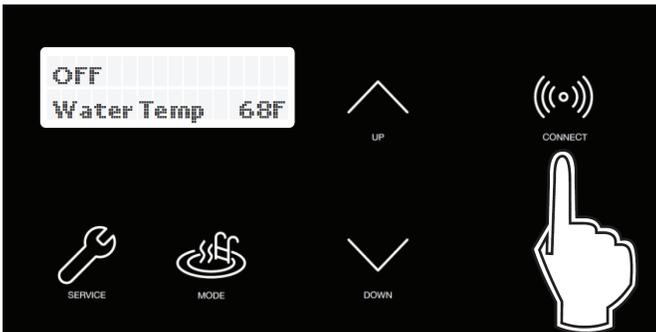

Figure 70. Touche CONNECT (Connexion)
- Placez-vous près de l'afficheur de l'appareil Crosswind V. Appuyez sur la touche CONNECT (Connexion). Voir Figure 70.